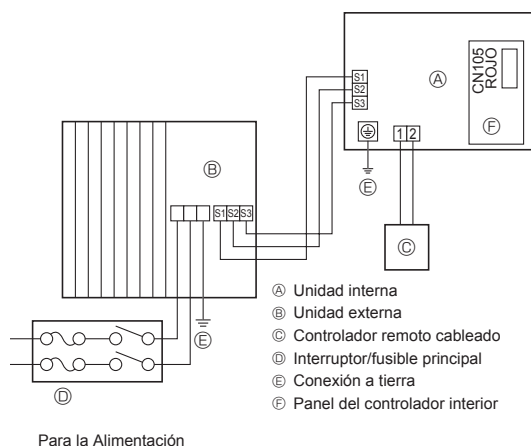

Fig. 6-2
6.1.1. Alimentación de la unidad interior suministrada por la unidad exterior (Fig. 6-2)